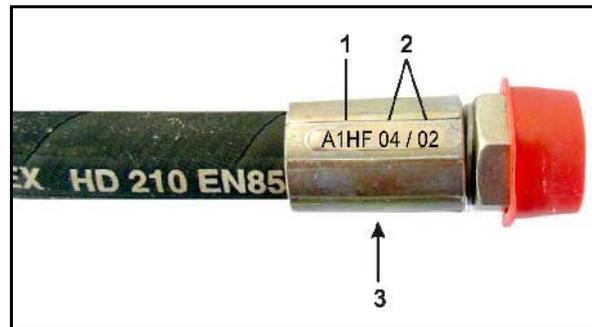

Fig. 184
1. Fjern lokket (Fig. 184/1) fra huset (Fig. 184/3).
2. Skift ut returfilter (Fig. 184/2).